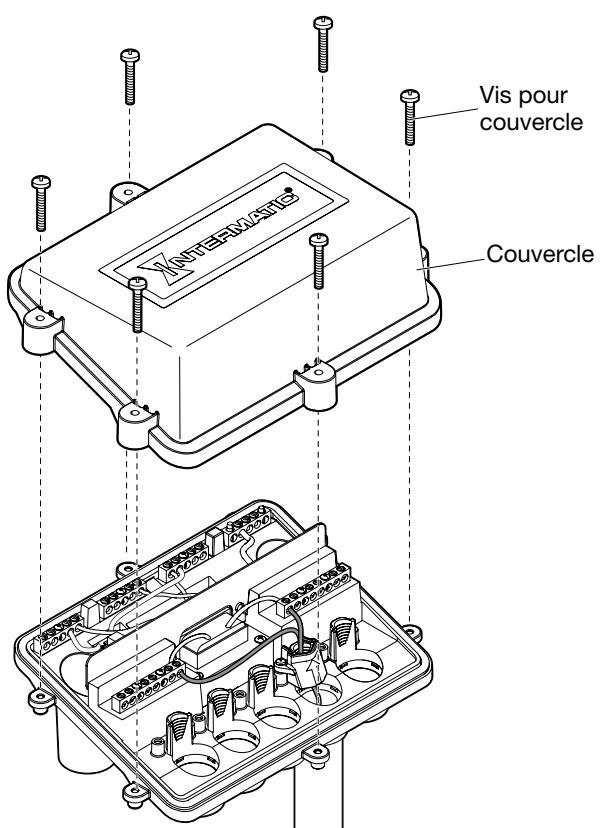

FIG. 11. Fixation du couvercle
13. Fixez le couvercle à l'aide des six vis pour couvercle fournies. Serrez-les de manière homogène jusqu'à ce qu'elles soient bien positionnées. Serrez toutes les vis à 2,1 Nm (19 lb-po) Voir FIG. 11.